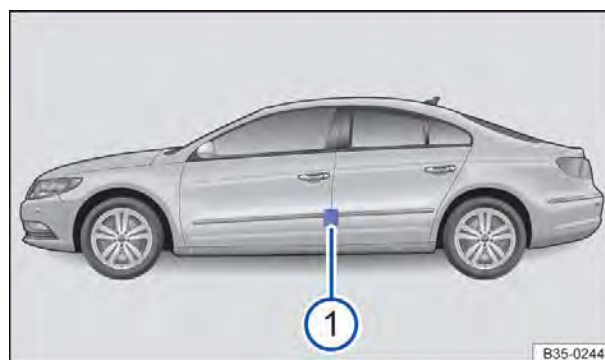

Fig. 207 Na coluna do condutor: etiqueta com as pressões dos pneus ① (alternativa ao lado interno da portinhola do tanque).
- (A) Pressão dos pneus para os pneus do eixo dianteiro.
- (B) Pressão dos pneus para os pneus do eixo traseiro.
- ① Pressão dos pneus nos pneus frios.
- ② Pressão dos pneus no carregamento parcial.
- ③ *Dependendo do veículo:* pressão dos pneus de conforto no carregamento parcial.
- ④ Pressão dos pneus no carregamento total.
- ⑤ Pressão dos pneus para a roda sobressalente.
A etiqueta com as pressões dos pneus fornece a pressão dos pneus correta para os pneus montados de fábrica. As indicações valem para os pneus de verão, do ano todo e de inverno. A etiqueta com as pressões dos pneus está na coluna da porta do condutor ⇒ Fig. 207 ① ou na parte interna da portinhola do tanque.